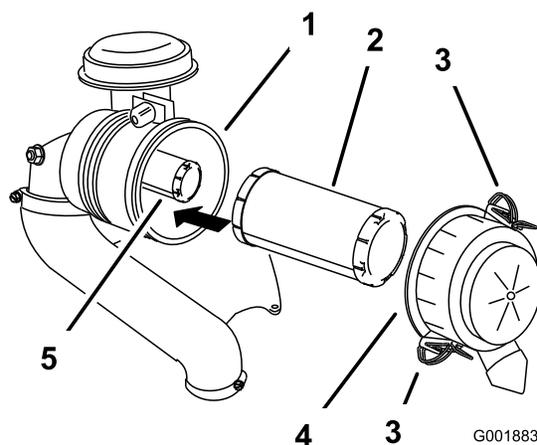

Figure 55
- Ouvrez les dispositifs de verrouillage du filtre à air et détachez le couvercle du boîtier du filtre (Figure 55).
- Sortez le préfiltre du boîtier du filtre avec précaution (Figure 55).
2. Si vous remplacez l'élément intérieur, insérez-le avec précaution dans le boîtier du filtre (Figure 55).
3. Placez ensuite le préfiltre sur l'élément de sécurité avec le même soin (Figure 55).
4. Remettez en place et verrouillez le couvercle du filtre à air (Figure 55).